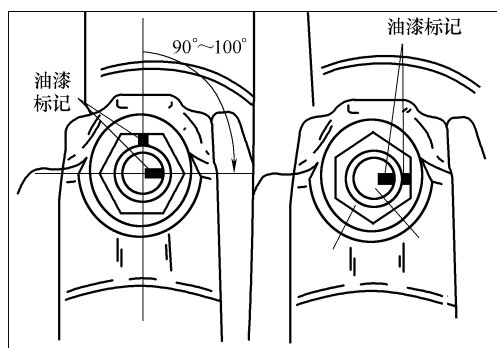

图 2-129 螺母拧紧方向
① 连杆螺栓和螺母采用塑性区拧紧法。在重新使用该螺栓之前，应检查螺栓有无拉伸。检查方法：用手指将螺母拧紧在螺栓的螺纹上，直到螺纹全长为止。如果螺母不能圆滑拧紧到底，则螺栓的螺纹部分可能发生拉长，此时应更换螺栓。
② 在拧紧螺母前，对螺母螺纹部分和座面涂上机油。
③ 用手指将螺母拧紧于螺栓，然后交替拧紧螺母以便能够正确装配连杆盖。
④ 用 20N·m 的力矩拧紧螺母。
⑤ 各螺母头部涂油漆标记。
⑥ 在螺栓上（如图 2-129 所示）从螺母头部的油漆标记向螺母拧紧方向 90° ~ 100° 的位置，记下油漆标记。
⑦ 将螺母拧紧 90° ~ 100° 直至螺母和螺栓上的标志对准为止。